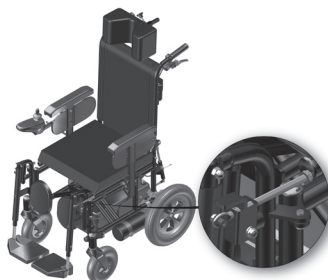

Figura 3.3- Trava do articulador do pedal
c. Os apoios dos pés são móveis (para cima e para baixo) e os apoios de panturrilha se movimentam para frente e para trás. Para posicionar o pedal elevável, acione e mantenha pressionada a trava do articulador do pedal e mova-o para cima ou para baixo até obter a posição desejada. Para retorná-lo a posição normal de uso acione a trava do mesmo (figura 3.3).
d. Os apoios de pé também são rebatíveis, acione a trava do pedal figura 3.3 e afaste-o para o lado.